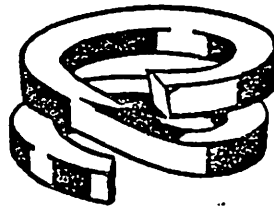

Bild 7
- b) Doppelt gewundene Federringe, die nicht genormt sind. (Siehe Bild 7)